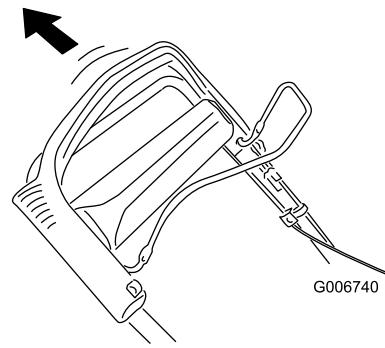

Bild 27
2. Ziehen Sie das obere Handgrifftteil so weit wie möglich zurück (Bild 27).